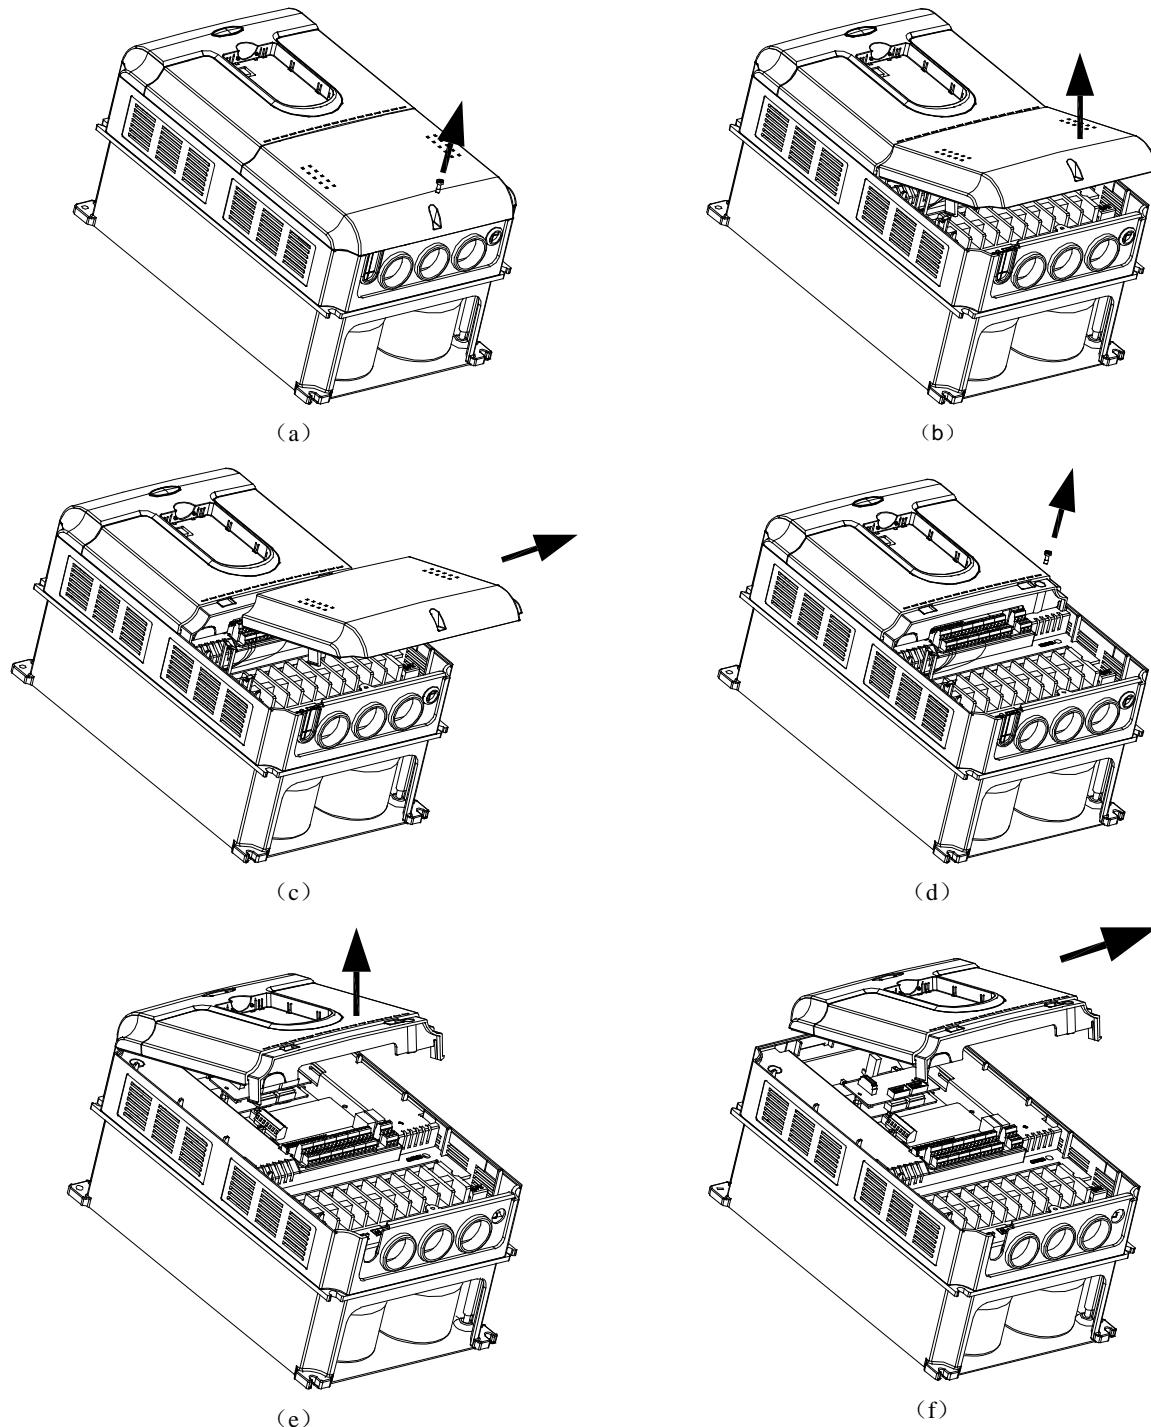

图3-6 塑胶盖板的拆卸和安装示意图
EV5000 22kW 及其以下功率等级变频器由两块塑胶盖板拼装在一起，请对照机型，参照图 3-6，按下列步骤安装和拆卸。在进行盖板的拆卸和安装前，请取下操作面板。
- 1) 卸下底部盖板下方处螺钉，如图 3-6 (a) 所示；
- 2) 揭开底部盖板，如图 3-6 (b) 所示；
- 3) 取下底部盖板, 如图 3-6 (c) 所示;
- 4) 卸下顶部盖板下方处螺钉, 如图 3-6 (d) 所示;
- 5) 揭开顶部盖板, 如图 3-6 (e) 所示;
- 6) 取下顶部盖板, 如图 3-6 (f) 所示